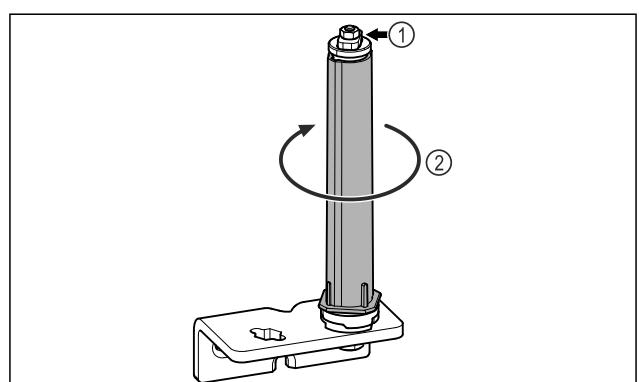

Fig. 23
- Mos e zërberhen sistemin e mbylljes së derës Fig. 23 (1).
- Rrotulloni sistemin e mbylljes Fig. 23 (2) derisa të kërcasë.